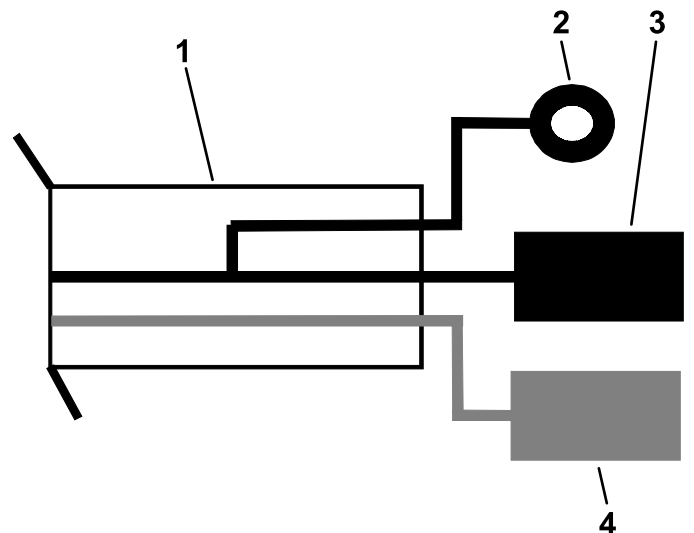

Bild 22
4. Schließen Sie den schwarzen Kabelschuh am Erdungsblock an der Maschine an (Bild 22).
5. Schließen Sie das rote Stromkabel in einem leeren Einschub im Sicherungskasten der Maschine an (Bild 22).